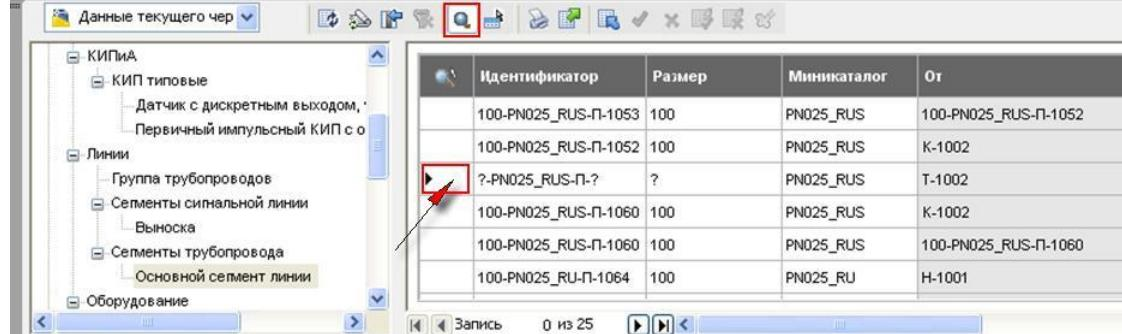

Рис. 32
- Найдите в **Диспетчере данных** линию с идентификатором ?-PN025_RUS-П-?. Чтобы быстро найти эту линию в чертеже, кликните левой кнопкой мыши по самому левому полю в **Диспетчере данных**. При этом кнопка **Включить зуммирование** должна быть нажата (Рис. 32).